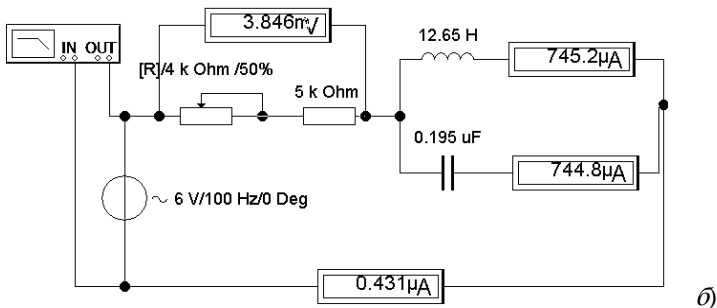

Рис. 10. Разветвлённая электрическая цепь с подключённым Боде-плоттером
2. Изменяя частоту сигнала и сравнивая значения токов в обоих ветвях цепи, определить резонансную частоту. Вывести на экран Бode-плоттера резонансную кривую (рис. 10 и рис. 11).